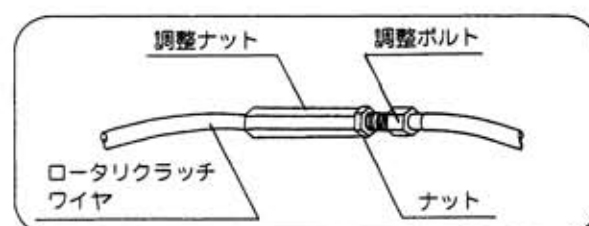
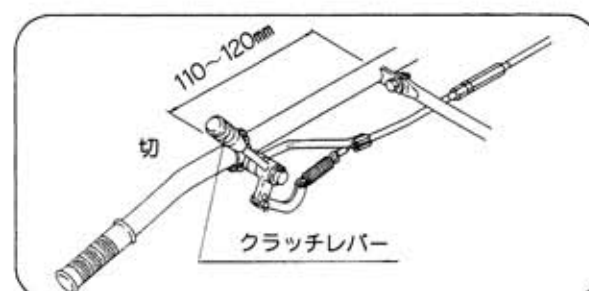

図20
図21
- ③ クラッチレバーを「切」位置にします。
- ④ ロータリのクラッチが切れるようにクラッチワイヤの調整ボルトを調整します。（図20）
### 4) クラッチワイヤの取付け（図21）
- ② クラッチレバーを本機（ティラー）のハンドル左側に取付けます。（図21）
- ③ クラッチワイヤをクラッチレバーに取付けます。
- ④ クラッチレバーを「切」位置にします。
- ⑤ ロータリのクラッチが切れるようにクラッチワイヤの調整ボルトを調整します。（図20）